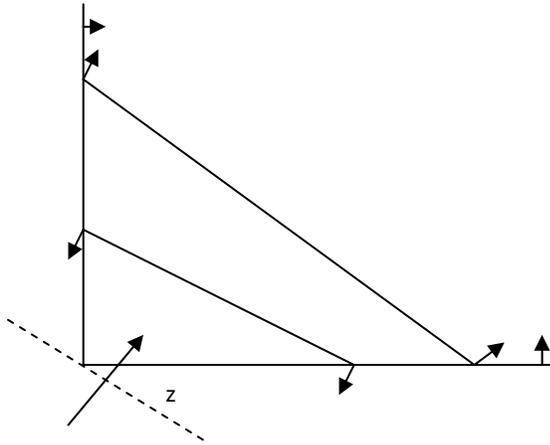

Figura 2.3 Infactible
- a) No existe una región de soluciones factibles. Si tenemos dos restricciones incompatibles entonces la solución es infactible (figura 2.3). En este caso obtendremos en la tabla Simplex variables que violen la restricción de no negatividad.